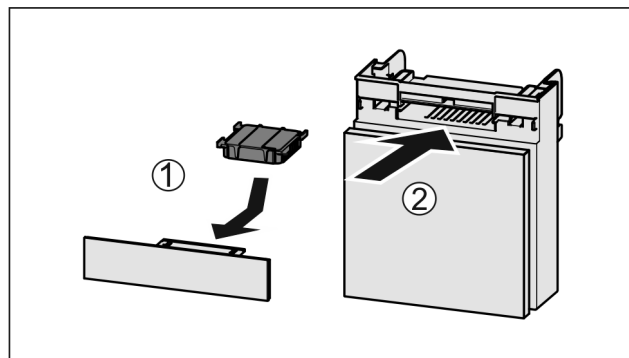

Fig. 73
- ▶ Установите фильтр с активированным углем, как показано на рисунке Fig. 73 (1).
- ▶ Вставьте отделение Fig. 73 (2).